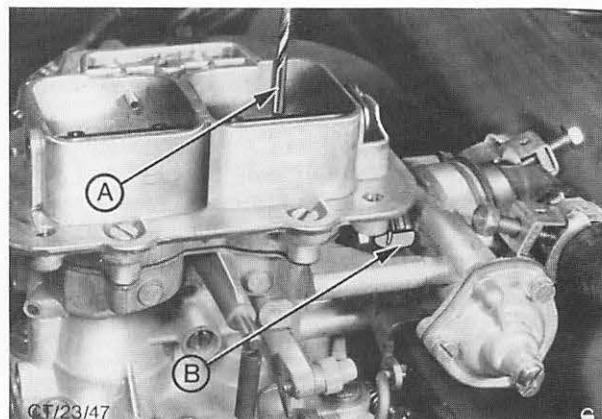

Abb. 125 Spaltmaßeinstellung in der Zwischenstufe
8. Zur Korrektur Anschlagzunge am Zwischenhebel (siehe Pfeil in Abb. 125) verbiegen.